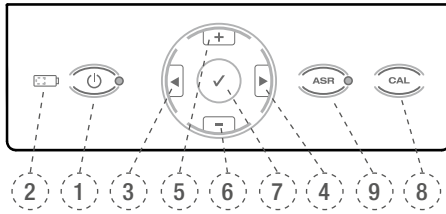

Fig. 4 Clavier
- ou le micromoteur peut également être actionné en pressant la touche **CONFIRMER** ✓ (7), Fig. 4 pendant 1,5 secondes. Le micromoteur peut être arrêté en appuyant sur n'importe quelle touche ou pédale. Pour économiser la batterie, si le micro-moteur est actionné à l'aide de la touche **CONFIRMER** ✓, il cessera automatiquement après 5 minutes de non utilisation.
Appuyez sur le bouton de **MARCHE/ARRET** pour mettre le dispositif à l'arrêt. La DEL de la batterie (2), Fig. 4 s'éteint, sauf si la batterie est en cours de chargement.
- Maintenez la touche **CAL** (8), Fig. 4 enfoncée.